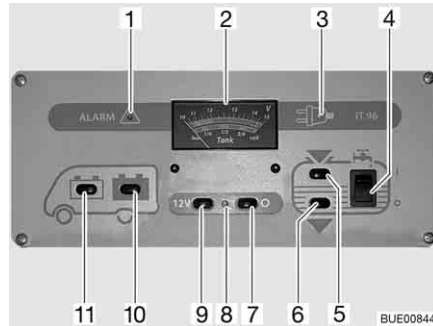

Bild 150 Panel IT 96-2
Der 12-V-Hauptschalter (Bild 150,7 und 9) schaltet das Panel und die 12-V-Versorgung des Wohnraums ein und aus.
**Einschalten:** ■ Schalter (Bild 150,9) drücken "12 V": Die 12-V-Versorgung des Wohnraums ist eingeschaltet. Die Kontroll-Leuchte (Bild 150,8) leuchtet grün.
**Ausschalten:** ■ Schalter (Bild 150,7) drücken "O": Die 12-V-Versorgung des Wohnraums ist ausgeschaltet. Die Kontroll-Leuchte (Bild 150,8) erlischt.
Beim Anzeigeeinstrument V/Tank (Bild 150,2) die obere Skala beachten. Das Anzeigeeinstrument wird automatisch beleuchtet, sobald ein Schalter gedrückt wird.
- Schalter (Bild 150,11) drücken "☰": Die Batteriespannung der Starterbatterie wird angezeigt.
- Schalter (Bild 150,10) drücken "☰": Die Batteriespannung der Wohnraumbatterie wird angezeigt.
Beim Anzeigeeinstrument V/Tank (Bild 150,2) die untere Skala beachten. Das Anzeigeeinstrument wird automatisch beleuchtet, sobald ein Schalter gedrückt wird.
- Schalter (Bild 150,5) drücken "": Die Wassermenge wird angezeigt.
- Schalter (Bild 150,6) drücken "": Die Abwassermenge wird angezeigt.
- Wippschalter (Bild 150,4) oben drücken "I": Die Wasserversorgung ist eingeschaltet.
- Wippschalter (Bild 150,4) unten drücken "O": Die Wasserversorgung ist ausgeschaltet.
Die rote Warnleuchte "ALARM" (Bild 150,1) blinkt, sobald die Spannung der Wohnraumbatterie 11 V (Messung im laufenden Betrieb) unterschreitet und damit Tiefentladung droht.
Die 12-V-Kontroll-Leuchte (Bild 150,8) leuchtet, wenn der 12-V-Hauptschalter (Bild 150,9) eingeschaltet ist.
Die gelbe 230-V-Kontroll-Leuchte (Bild 150,3) leuchtet, wenn am Eingang des Elektroblocks Netzspannung vorhanden ist.